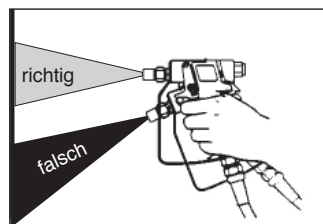

Abb. 13: Spritzwinkel
- Halten Sie die Spritzpistole im rechten Winkel (90°) zu der zu beschichtenden Fläche. Sobald Sie die Spritzpistole in einem anderen Winkel halten, wird die Beschichtung ungleichmäßig und fleckig (siehe Abb. 13).